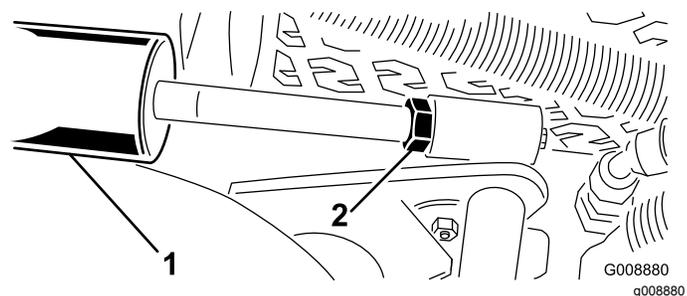

Рисунок 15
A. Опустите режущие блоки и ослабьте затяжку контргайки на цилиндре (Рисунок 15).